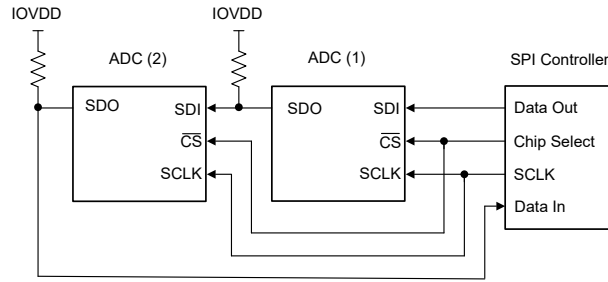
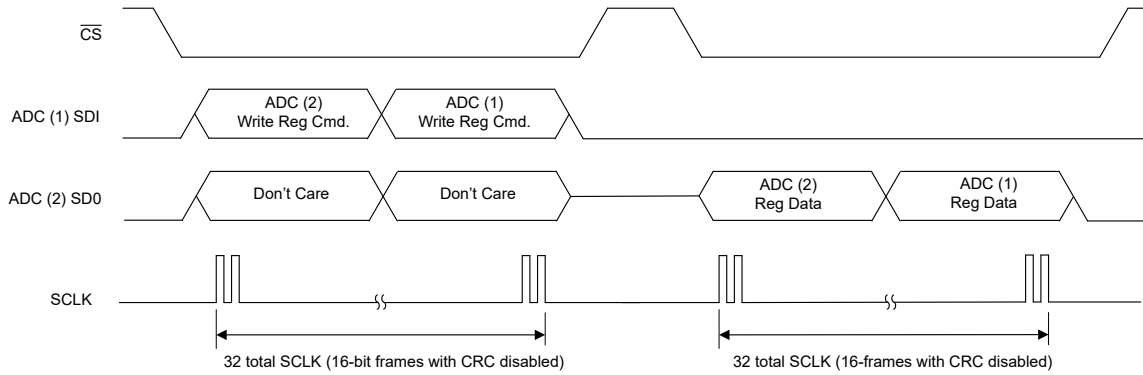

図 7-50. SPI デイジー チェーン
図 7-51. SPI デイジー チェーンレジスタの書き込みデータ形式
図 7-50 に、2 つのデバイスのデイジー チェーン接続を示します。また、図 7-51 に各デバイスのレジスタ書き込みコマンドのデータ フォーマットを示します。コントローラのデータ出力ラインは、ADC (1) SDI および ADC (2) SDO に接続され、コントローラのデータ入力ラインに接続されます。ADC (1) の入力データは SDO 上でシフトアウトされ、ADC (2) の SDI を駆動します。シフト動作は、チェーン内の最後のデバイスに到達するまで続けられます。CS が high になると、SPI フレームは終了します。この時点で、各デバイスにシフトインされたデータが解釈されます。2 番目のフレームでは、ADC (2) SDO ピンを使用して両方のデバイスからレジスタ データがシフトアウトされます。